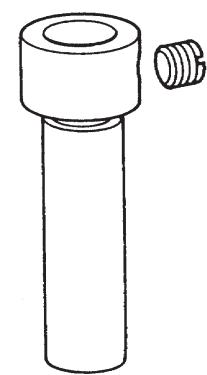
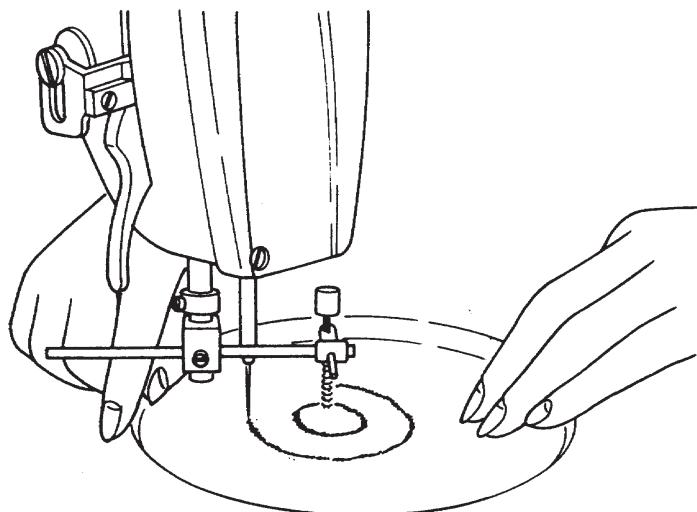

図30 継足B
図31 コンパスの使い方
(1) コンパス 一定の巾の円形、または、半円形を刺しゅうするには、図31のコンパスを使用すれば、簡単、かつ正確に刺しゅうできます。この場合、振り巾を固定して刺しゅうします。コンパスを使用されるとき、押え棒が短いので、図30に示す継足B（B-1502-391-B A O 押え棒継足B）を押エ棒に取付け図31のように御使用下さい。